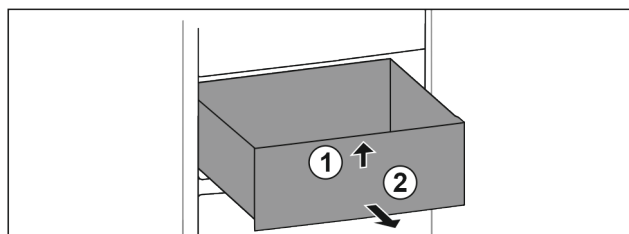

Fig. 18
- ▶ Nadzvedněte zásuvku vpředu. Fig. 18 (1)
- ▶ Vyjměte zásuvku dopředu. Fig. 18 (2)